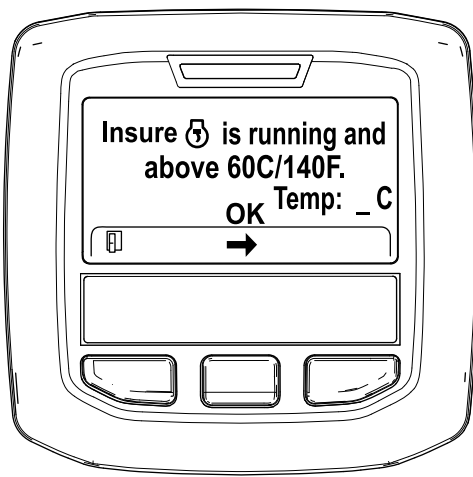

Figure 33
5. Si la température du liquide de refroidissement est inférieure à 60 °C (140 °F) le message « Insure  is running and above 60C/140F » (vérifier que *** fonctionne et est supérieure à 60 °C/140 °F) s'affiche (Figure 33).